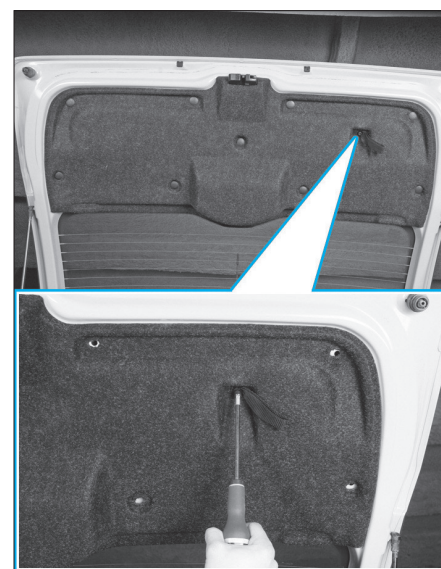

FIG. 84
- la vis de fixation de la lanière de fermeture du hayon (Fig.84).